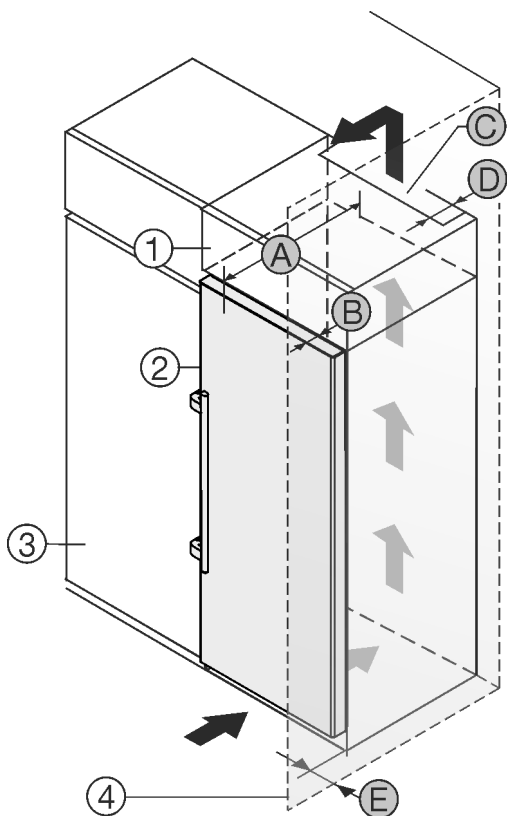

Fig. 2
- (1) Nadgradna omara *
- (2) Naprava *
- (3) Kuhinjska omara *
- (4) Stena *
- (A) Globina naprave *
- (B) Globina vrat *
- (C) Presek prezračevanja *
- (D) Odmik hrbtni strani naprave *
- (E) Odmik do strani naprave *
Aparat lahko postavite neposredno ob kuhinjsko omaro Fig. 2 (3)*.
Na zadnji strani nadgradne omare mora biti zaradi prezračevanja in odzračevanja po vsej širini nadgradne omare prezračevalni jašek globine Fig. 2 (D)*.
Pod stropom je treba upoštevati presek prezračevanja Fig. 2 (C)*.
Če aparat postavite s tečaji ob steni Fig. 2 (4), mora razdalja med aparatom in steno znašati vsaj 57 mm. To ustreza velikosti ročaja pri odprtih vratih.*
Da lahko vrata povsem odprete, mora aparat štrleti ven vsaj za globino vrat Fig. 2 (B) glede na sprednji del kuhinjske omarice. Odvisno od globine kuhinjskih omaric Fig. 2 (3) in uporabe stenskih distančnikov lahko aparat štrli bolj ven.*